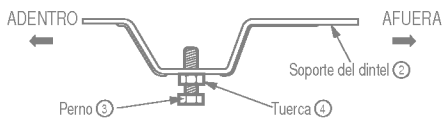

Fig. 3
Arme de modo flojo el soporte del dintel ② usando las partes que se muestran en Fig. 3.